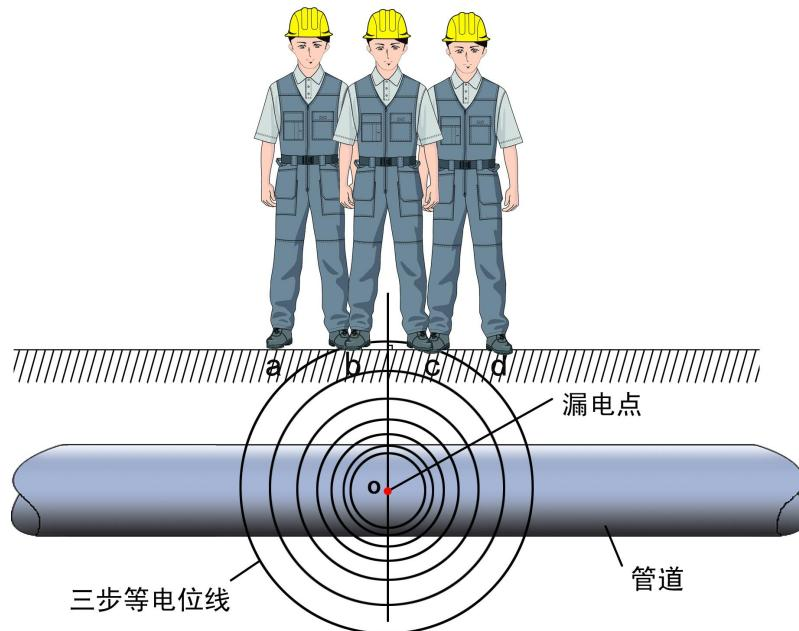

图16 三步等电位示意图
**检漏注意事项：**检测定位漏电点时由跨步法改为点定位法，跨步法检漏时有可能三步等电位，改用点定位时，两脚并拢，漏点处的泄漏电流会通过土壤感应到人体上。三步等电位示意图如图 16 所示。